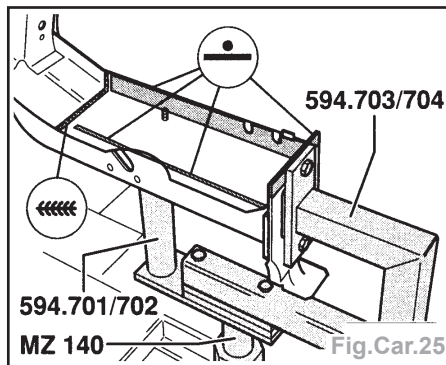

Fig.Car.25
- la tôle de fermeture sur le longeron à la pointeuse électrique (Fig.Car.25).